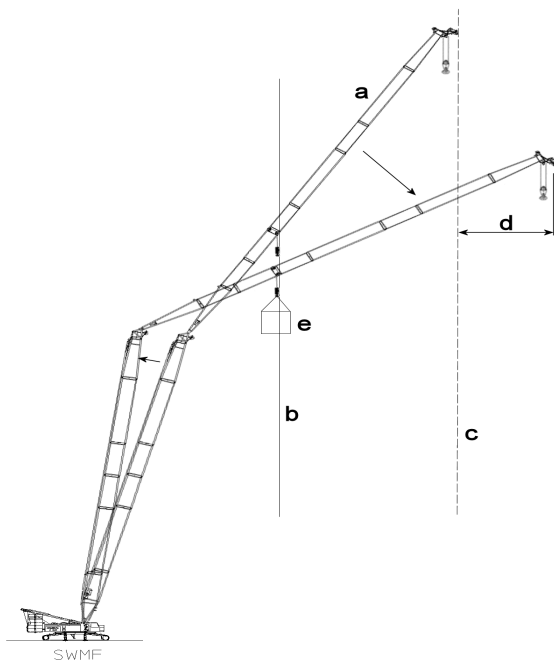
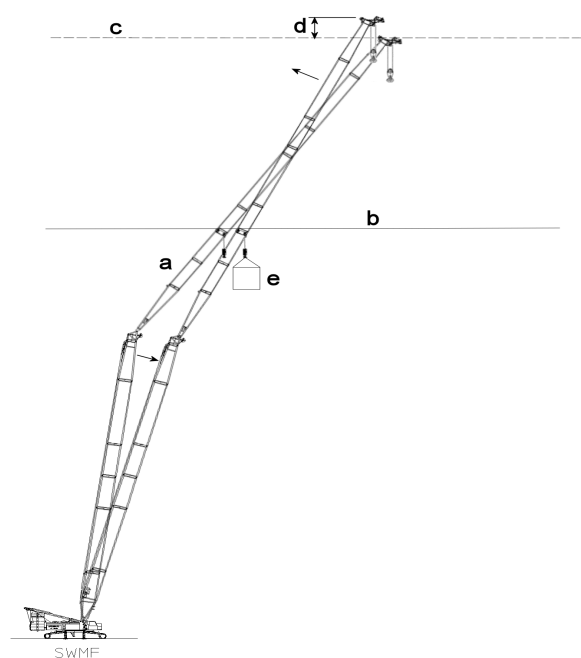

Figura 1 Limitação de raio
Figura 2 Limitação da altura do cabeçal de polias
- a** Posição inicial do sistema da lança, sobre a qual a limitação de raio (Figura 1) respectivamente a limitação da altura do cabeçal de polias (Figura 2) foi programada em relação ao cabeçal de polias Midfall.